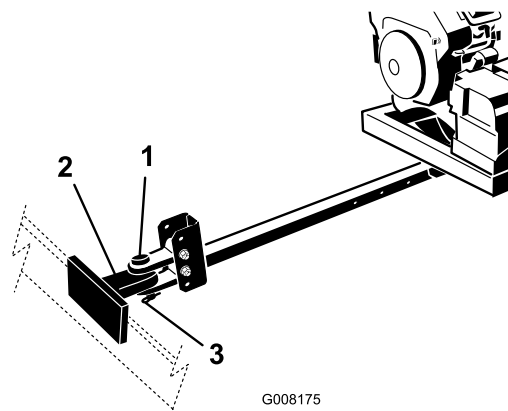

Figura 6
7. Conecte la horquilla del enganche del soplador al enganche del vehículo de remolque con un pasador de enganche y un pasador de seguridad (Figura 6).